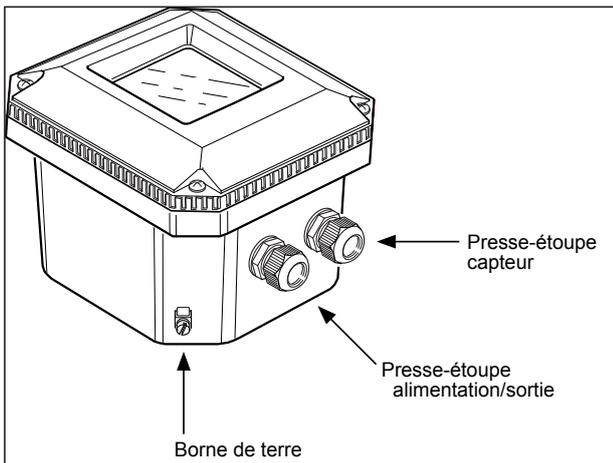

Figure 3-5. Presse-étoupe utilisés pour le câblage
4. raccorder l'entrée du capteur, utiliser le presse-étoupe de droite (voir fig. 3-5). Mettre l'appareil sous tension et procéder à la mise en route en utilisant les réglages par défaut ou en configurant l'appareil.